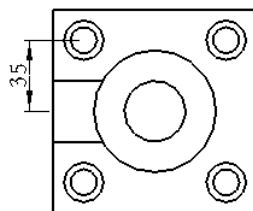

图 5.2.26 标注竖直尺寸
- 在 ▼ DIM ORIENT (尺寸方向) 菜单中选择 Vertical (垂直) 命令，此时在视图中显示尺寸，如图 5.2.26 所示。